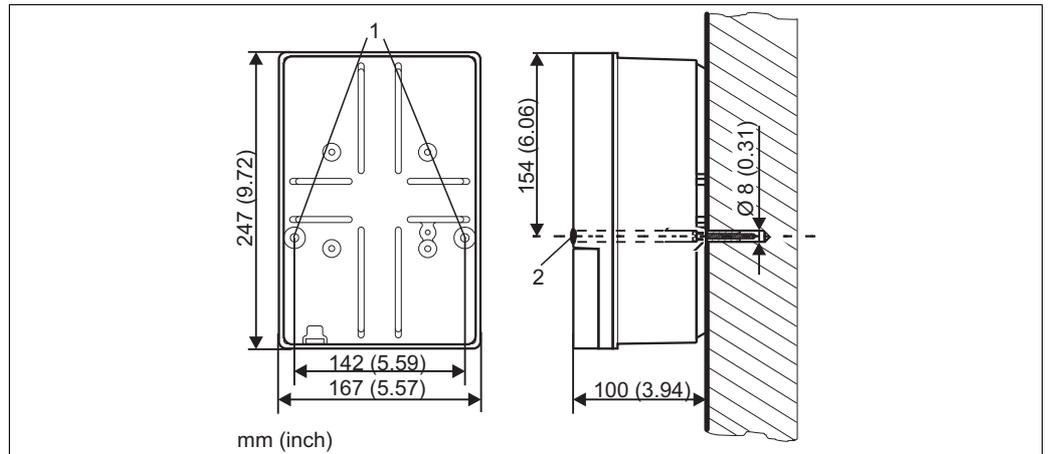

Abb. 7: Maße für die Wandmontage, Befestigungsschraube:  $\varnothing$  6 mm (0,24"), Dübel:  $\varnothing$  8 mm (0,31")
1. Bohren Sie Bohrlöcher gemäß Abb. 7.